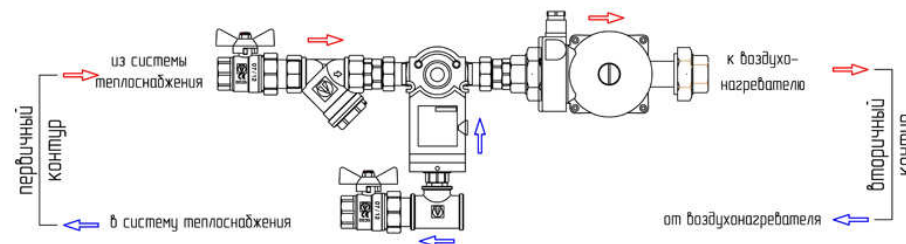

Рис.1 Смесительный узел SUM(H)-U
Смесительные узлы серии SUM(H)-U применяются в системах вентиляции для регулирования мощности водяных нагревателей посредством 3-ходового клапана с приводом, который обеспечивает смешивание прямого и обратного теплоносителя. Данная схема обеспечивает постоянный расхода теплоносителя во вторичном контуре (рис.1)
8. Установка смесительного узла должна производиться таким образом, чтобы отстойник фильтра был направлен вниз (смотри рисунок 1 и 2), в противном случае грозит повышенное засорение сетки фильтра и его засорение, которое повлечёт за собой снижение мощности обогревателя и риск его замерзания.